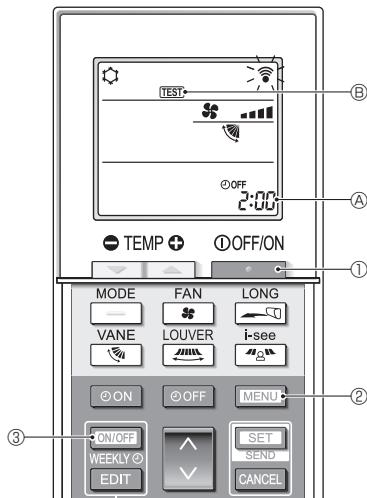

Fig. 7-5
7.2.2. Med trådlös fjärrkontroll (Fig. 7-5)
- Tryck på knappen ① för att stänga av luftkonditioneringen.
- Om veckotimern är aktiverad (lyser), tryck på knappen ③ för att inaktivera den (släcks).
- Tryck på knappen ② i 5 sekunder.
- Tryck på knappen ②.
- ② tänds och enheten går in i provkörningsläge.